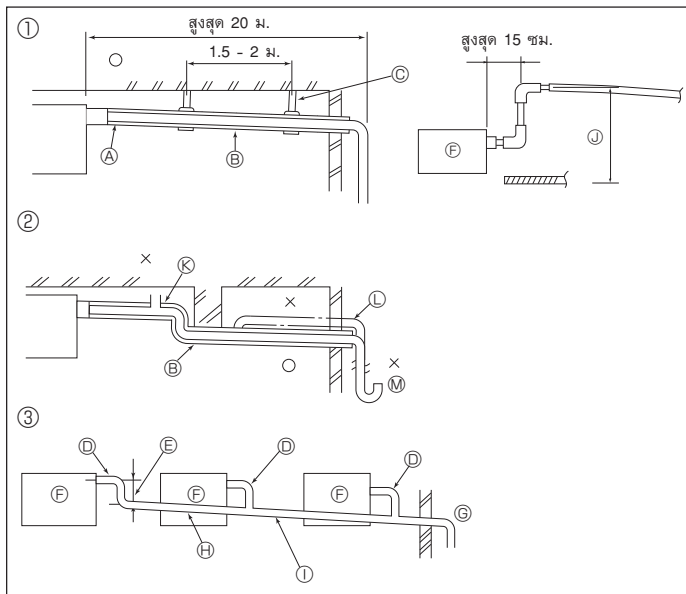

Fig. 5-1
5.1. งานเดินท่อระบายน้ำ (Fig. 5-1)